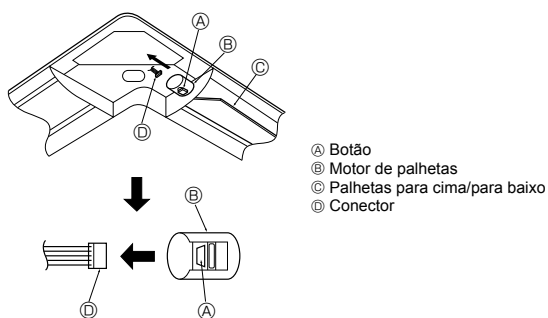

Fig. 5-11
5.7. Bloqueio da direcção do fluxo de ar para cima/para baixo (Fig. 5-11)